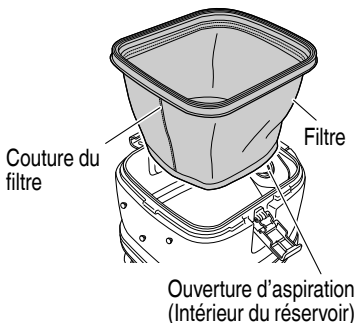

Fig. 14
- (2) Insérez le filtre en tissu de sorte que la couture soit de l'autre côté de l'entrée du tuyau. (Fig. 14)